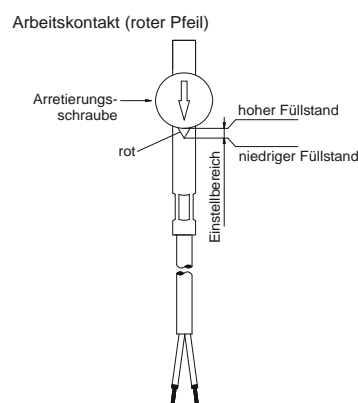
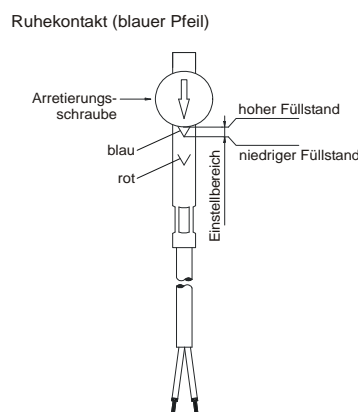

Abb. 17
Abb. 18
- Verschieben Sie anschließend die Schalteinheit so weit, dass bei gewünschtem Arbeitskontakt, der rote (→ Abb. 17) bzw. bei Ruhekontakt der blaue Pfeil (→ Abb. 18) am Eingang der Führung der Schalteinheit sichtbar ist.